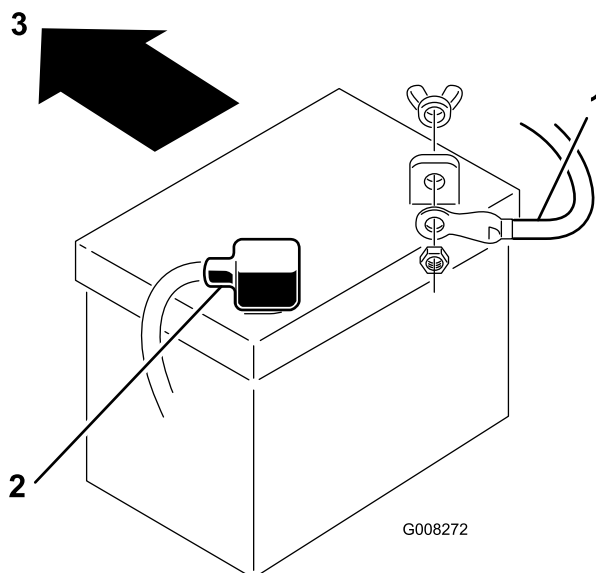

Figura 30
7. Staccate il cavo negativo (nero) di terra dal polo della batteria (Figura 30).
9. Staccate il cavo positivo (rosso) dal polo della batteria (Figura 30).
1. Collocate la batteria sullo chassis volgendo i poli verso il parte posteriore del trattore (Figura 30).
3. Utilizzando il bullone ed il dado ad alette, collegate il cavo positivo (cappuccio rosso) al polo positivo (+) della batteria (Figura 30). Infilate il cappuccio di gomma sul polo della batteria.
4. Utilizzando il bullone e il dado ad alette, collegate il cavo negativo (nero) al polo negativo (-) della batteria (Figura 30). Infilate il cappuccio di gomma sul polo della batteria.